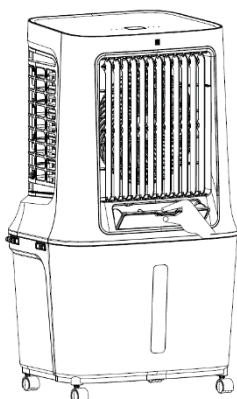

Fig. 1
1. Ouvrez le bouchon de remplissage d'eau et versez lentement de l'eau dans le réservoir d'eau (voir figures 1 et 2).